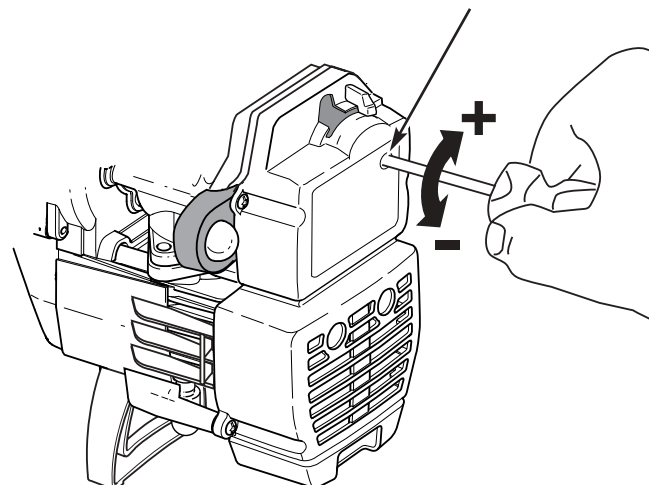

Figure 28
Le régime ralenti du moteur est réglable par le couvercle du filtre à air/silencieux (Fig. 28).
2. Relâchez le levier d'accélérateur et laissez le moteur au ralenti. Si le moteur s'arrête, insérez un petit tournevis à embout cruciforme ou à tête plate dans le trou du filtre à air/couvercle du silencieux (Fig. 28). Vissez la vis de ralenti de 1/8 de tour à la fois (selon le besoin) jusqu'à ce que le moteur se mette bien au ralenti.